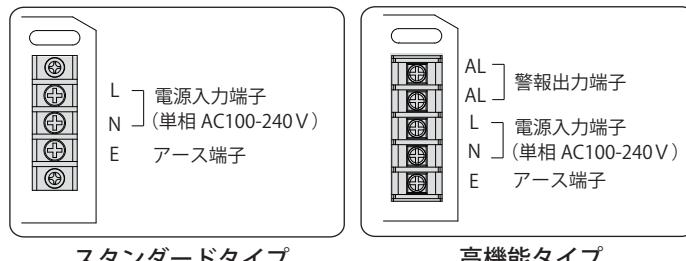

図 9 端子台の構成
- 端子ねじ M3 にて電源線、警報出力線(警報機能付タイプのみ)、アース線を指定の端子へ適正締付トルクにて確実に接続してください。(図 9)